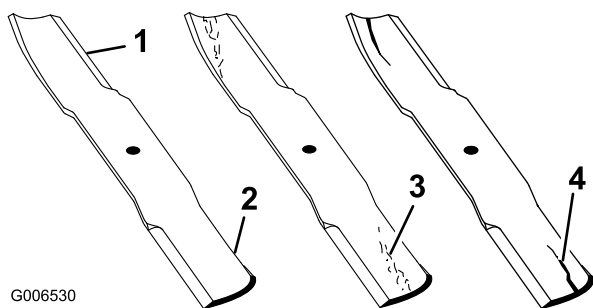

Figure 54
1. Examinez le tranchant des lames (Figure 54). Si les lames ne sont pas tranchantes ou si elles présentent des indentations, déposez-les et aiguisiez-les. Voir Aiguisage des lames.
2. Inspectez les lames, surtout la partie relevée (Figure 54). Remplacez immédiatement toute lame usée ou qui présente une fissure ou une entaille (repère 3. de la Figure 54).